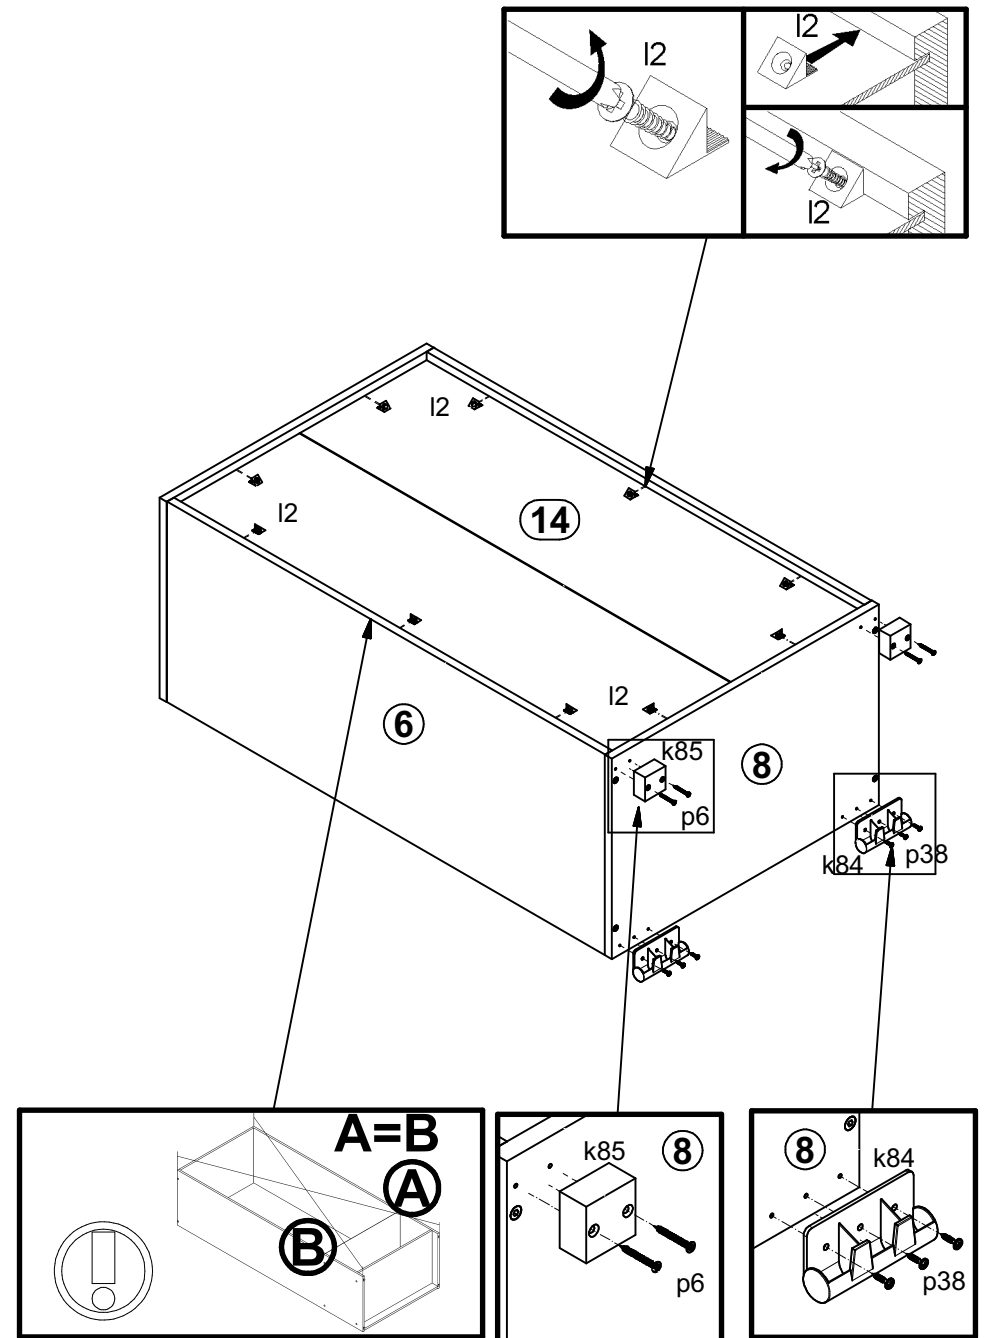

Рисунок 5
4.9. Закрепить стенку заднюю 14 на корпусе изделия элементами крепления задней стенки i2 и гвоздями i1 с шагом 80-120 мм (см. рис. 5).
4.11. На наружной поверхности щита нижнего 8 при помощи шурупов p6 закрепить ножки пластиковые k85 (см.рис. 5).
4.12. На наружной поверхности щита нижнего 8 при помощи шурупов p38 закрепить ножки пластиковые k84 (см.рис. 5).